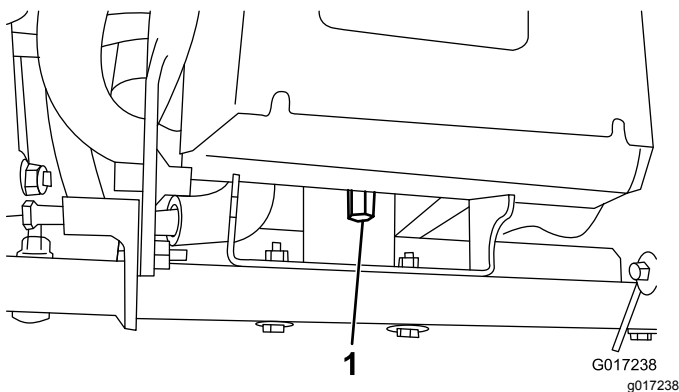

Bild 11
4. Entfernen Sie die große Mutter, mit der das Akku-Unterteil hinten am Maschinenrahmen befestigt ist (**Bild 11**).